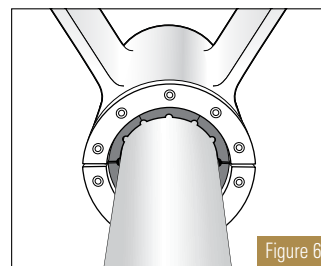

Figure 6
7. Installez la moitié supérieure de la tête de compression et serrez légèrement les boulons. (Figure 6)